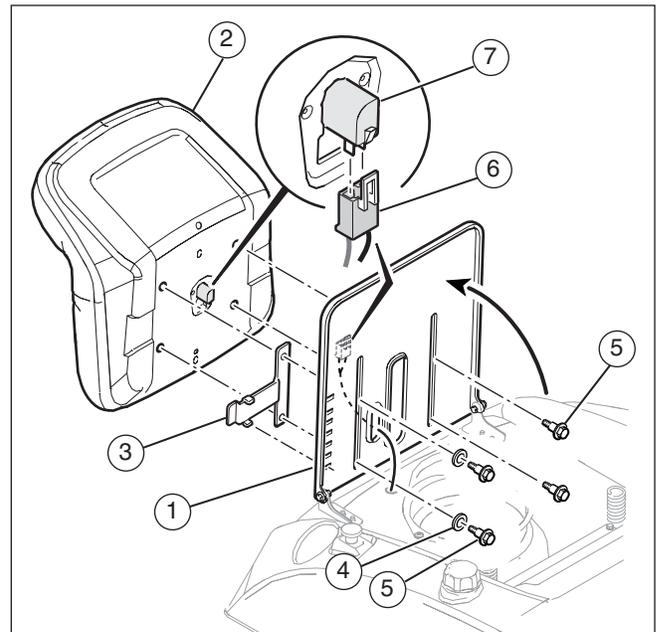

Figure 2
2. Relever le support de siège (1) (voir la **Figure 2**).
3. Aligner les trous du siège (2) sur les fentes dans le support de siège.
4. Installer le siège (2) sur le support de siège (1) et le levier de réglage (3) avec les rondelles (4) et les boulons (5).